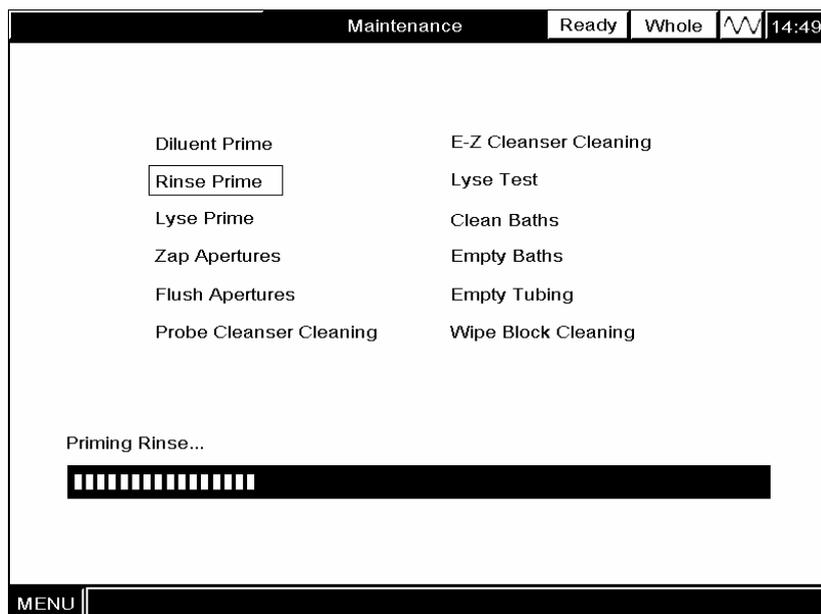

Abbildung 10-4 “Spüllösung laden”-Anzeige
**WÄHLEN** Sie in der **“Wartung”**-Anzeige **“Spüllösung laden” AUS**, um die Schläuche mit Spüllösung zu beladen. Der Fortschritt des Beladungsvorgangs wird am unteren Rand der Anzeige wiedergegeben, wie in Abbildung Abbildung 10-4 dargestellt. Sobald der Beladungsvorgang beendet ist, erscheint auf dem Bildschirm die Anzeige **“Spüllösung laden Ende”**.